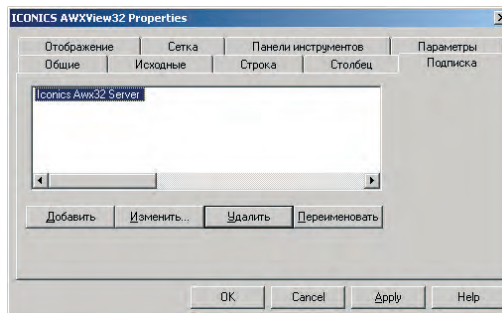

Рис. 9. Подписка на Сервер аварийных событий Iconics
2. Откройте свойства **ActiveX**-компонента **AWXViewer**, перейдите на закладку **Подписка**. Настройте подписку на сообщения сервера **ICONICS Alarm Server**, как показано на рис. 9, нажмите кнопку **Изменить** и перейдите на закладку **Атрибуты**.